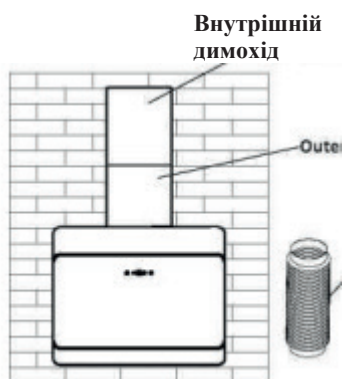

Рис. 4
6. Нарешті закріпіть зовнішній димохід до стіни. Як показано на Рис. 4.